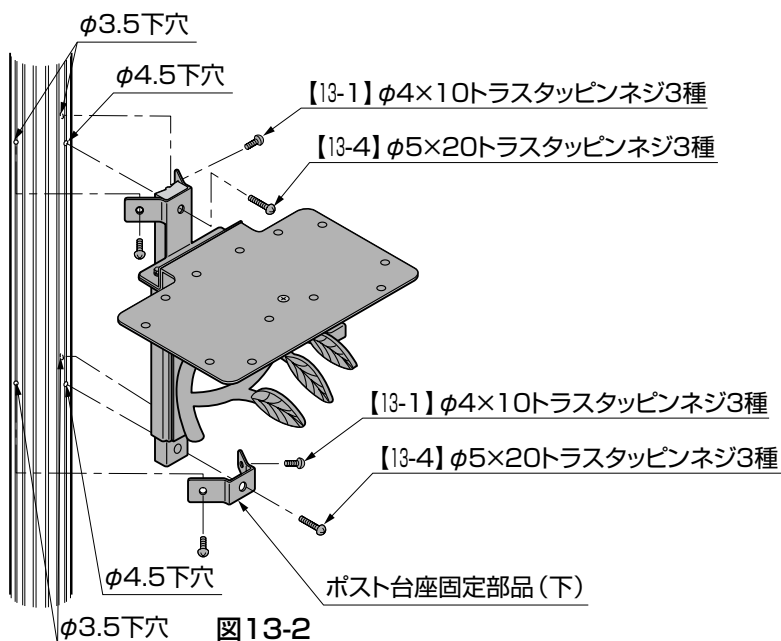

図 13-2
- ④固定した部品を基本寸法図を参照し、門柱に合わせ取付穴の位置に印をしてください。(図13-2参照)
- ⑤印をした位置にφ3.5の下穴2ヶ所、φ4.5の下穴1ヶ所をあけてください。(図13-2参照)
- ⑥固定した部品を門柱に【13-4】と【13-1】で取付けてください。(図13-2参照)
- ⑦取付けた部品の下部にポスト台座固定部品(下)を合わせ、取付穴の位置に印をしてください。(図13-2参照)
- ⑧印をした位置にφ3.5の下穴2ヶ所、φ4.5の下穴1ヶ所をあけてください。(図13-2参照)
- ⑨ポスト台座固定部品(下)を門柱に【13-4】と【13-1】で取付けてください。(図13-2参照)